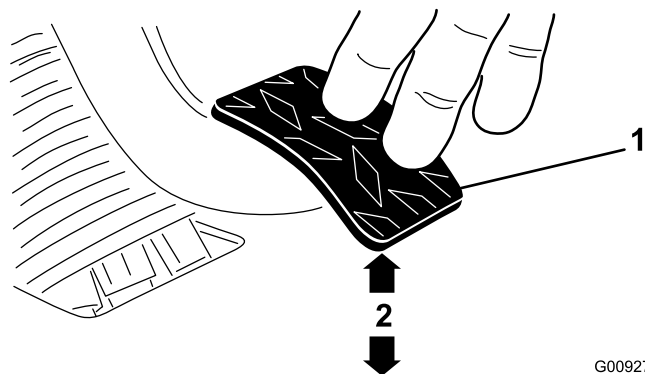

Figure 71
3. Réglez les écrous de blocage et/ou la rotule jusqu'à ce que le bord inférieur arrière de la pédale d'embrayage soit à $9,5 \text{ cm} + 3 \text{ mm}$ du haut du plancher quadrillé quand une force de $1,8 \text{ kg}$ est appliquée sur la pédale (Figure 71).